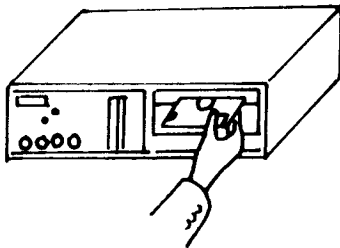

图 1.6 软盘插入示意图
如图 1.6 所示。不论是 5 寸盘还是 3 寸盘，都有一个写保护口，可防止从磁盘上删除一些有用信息。5 寸盘是用标签贴住写保护口，起到写保护作用；而 3 寸盘是靠写保护口中的胶片滑块移动，使其出现一个小窗口来起到写保护作用的。
(1) 将拇指放在标签上，其余手指放在磁盘背面，从盒中取出磁盘，并注意手指勿接触暴露的盘片。
(2) 将标签朝上，按图 1.6 所示插入方向轻轻地插入驱动器中。
(3) 关好驱动器门。(否则驱动器不能读写软盘。)